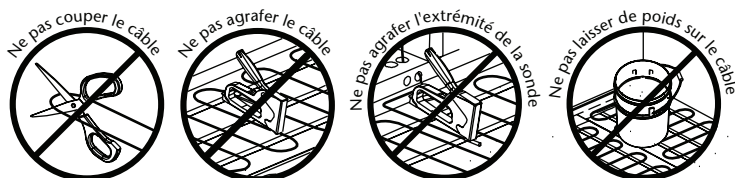

Figure 1.3
- Diminuer la longueur du câble chauffant noir ni altérer le câble EFMA sur quelque partie que ce soit de sa surface (figure 1.3);
- Agrafer le câble chauffant ou l'extrémité de la sonde de température au sous-plancher (figure 1.3);